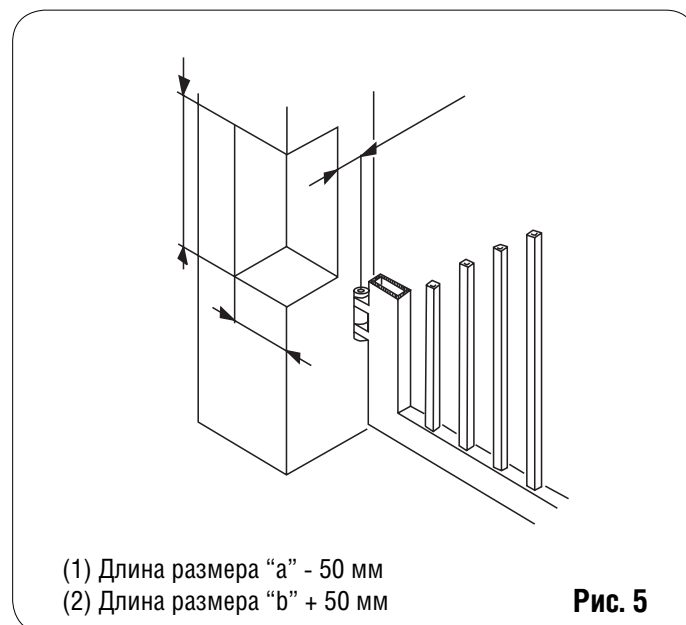

Рис. 5
- если размеры столба или положение петли (размер d) не дает возможности достичь требуемого размера а, в столбе следует сделать выемку, как показано на Рис. 5;